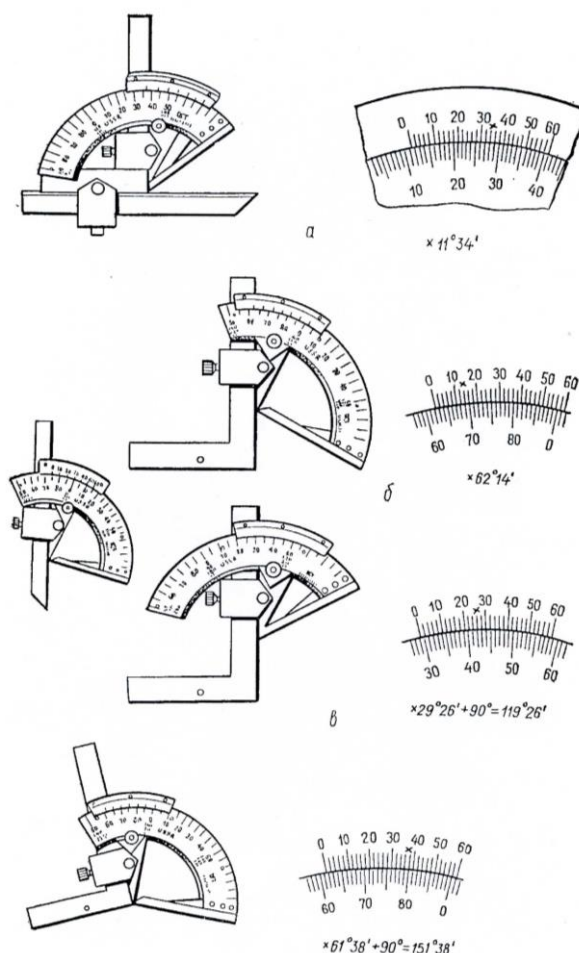

Рис.3. Комплектация угломера типа УН для измерения наружных углов и отсчет показаний
37. Прочитать показания угломера (рис.3).